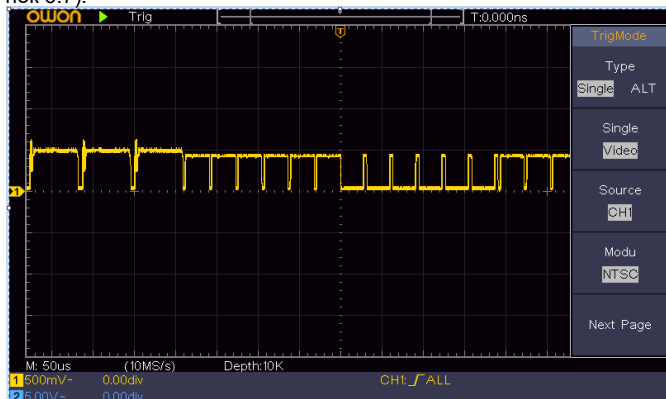

Рисунок 6.7. Осциллограмма, сформированная при запуске по синхроимпульсу кадра видеосигнала
- 7) Поворотом регуляторов «Scale» и «Position» в поле управления вертикальной (Vertical) и горизонтальной (Horizontal) системами приведите осциллограмму к оптимальному виду (см. рисунок 6.7).